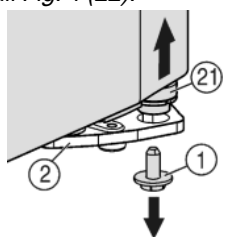
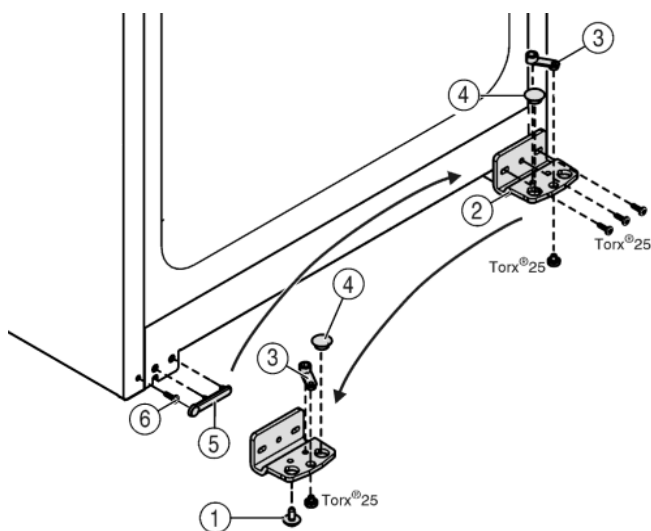

Fig. 5
Fig. 6
▶ Vpravo dole na stojanu ložiska vyšroubujte pojistný šroub Fig. 5 (1).
▶ Ložiskový čep Fig. 5 (21) se uvolní ze stojanu ložiska Fig. 6 (2).
▶ Pokud se ložiskový čep Fig. 5 (21) neuvolní, vytlačte čep zdola.
▶ Našroubujte stojan ložiska Fig. 6 (2).
▶ Našroubujte ložiskový díl Fig. 6 (3) a přemístěte do protilehlého upínacího otvoru stojanu ložiska, opět přišroubujte.
▶ Vyjměte ze stojanu ložiska zátku Fig. 6 (4) a nasadte do protilehlého upínacího otvoru stojanu ložiska.
▶ Opatrně zvedněte kryt Fig. 6 (5) na straně madla.
▶ Vyšroubujte šroub Fig. 6 (6) a na protější straně ho opět nasadte.
▶ Kryt Fig. 6 (5) opět nasadte.
▶ Přišroubujte opět stojan ložiska Fig. 6 (2) na novou stranu závěsu (**silou 4 Nm**), příp. pomocí akumulátorového šroubováku.
▶ Zašroubujte a dotáhněte pojistný šroub Fig. 5 (1) dole do ložiskového čepu (**silou 4 Nm**).